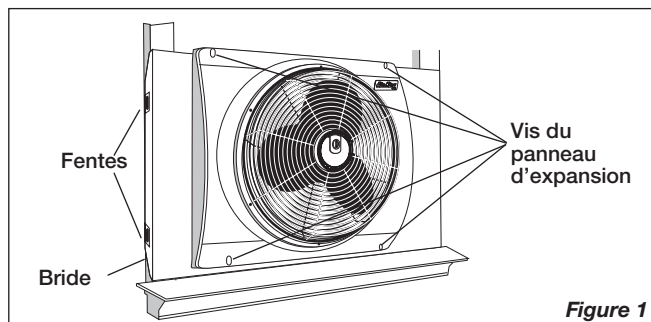

Figure 1
- Loosen 4 Extender Panel Screws and extend Side Panels to clear the outer edge of trim on each side of window. (Figure 1)
- Loosen 4 Extender Panel Screws (Figure 1) and extend Panels on each side of Housing until the Fan fits snugly between right and left window trim.
1. Desserrez les 4 vis du panneau d'extension et étendez les panneaux latéraux pour dégager le rebord extérieur de la boiserie de chaque côté de la fenêtre. (Figure 1)
3. Desserrez les 4 vis du panneau d'extension (Figure 1) et étendez les panneaux de chaque côté du cabinet jusqu'à ce que le ventilateur s'ajuste fermement entre les boiseries de gauche et de droite de la fenêtre.